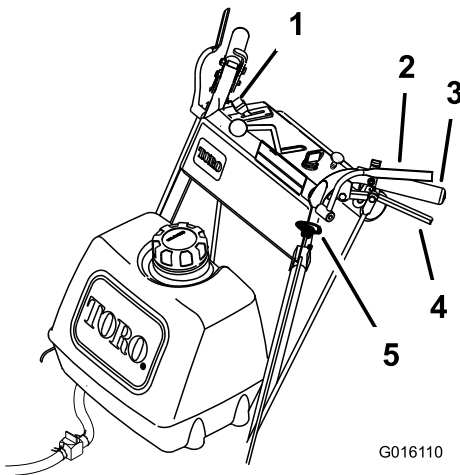

Bild 12
1. Zum Einkuppeln der Messer drücken Sie die Hebel der elektronischen Sicherheit gegen die Handgriffe (Bild 12).
1. Drücken Sie den Zapfwellenantrieb (ZWA) nach unten auf Aus“ (Bild 12).
2. Wenn Sie die Hebel der elektronischen Sicherheit loslassen, wird der Motor abgestellt und die Messer werden bei eingekuppeltem Zapfwellenantrieb ausgekuppelt (Bild 12) .